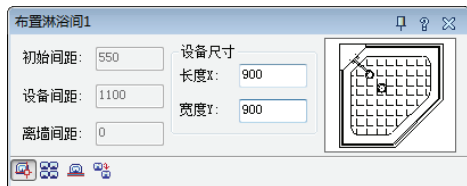

图 13-40 设置参数
8) 双击淋浴间样式图标, 在弹出的“布置淋浴间 1”对话框中设置参数, 如图 13-40 所示。